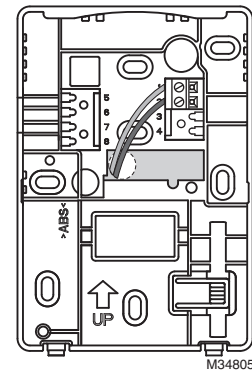

Fig. 6. Connexions des bornes.
Fixer les fils provenant du contrôleur programmable et du réseau aux bornes appropriées du module mural, comme indiqué à la Fig. 6 en page 3.
Câbler le bornier illustré à la Fig. 6 comme suit :
3. Contrôler et vérifier le câblage de connexion des bornes illustré à la Fig. 6.